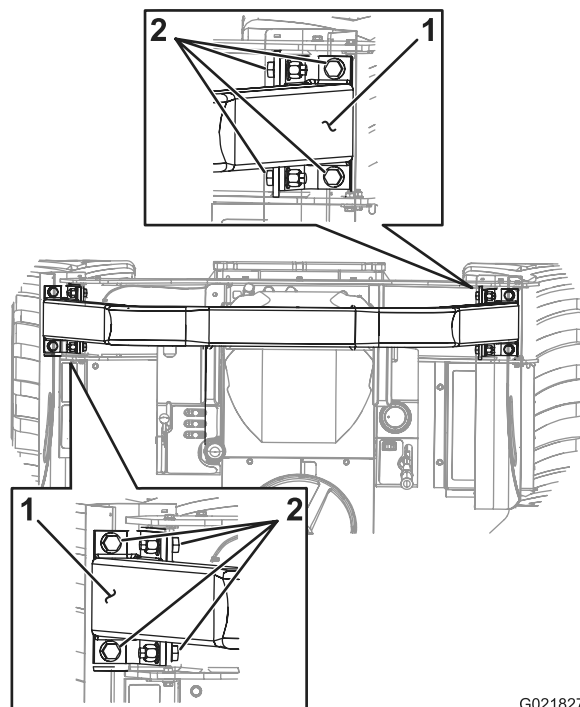

Рисунок 96
1. Убедитесь в том, что 8 болтов крепления штанги ROPS к шасси машины затянуты с моментом от 24,4 до 26,1 Нм (от 216 до 231 фунт-дюйма); см. Рисунок 96.